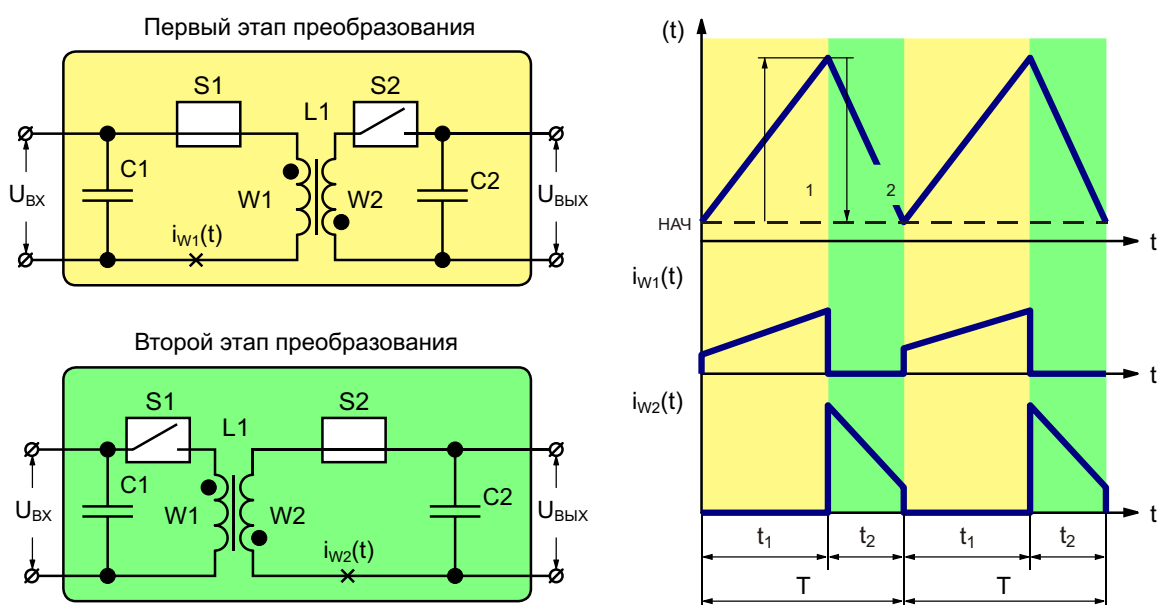

Рисунок 2. Принцип работы обратноходового преобразователя.
При импульсном преобразовании электрической энергии дроссель L1 выступает в роли промежуточного накопителя. Каждый цикл преобразования длительностью T состоит как минимум из двух этапов, за время которых дроссель L1 обменивается энергией либо с конденсатором C1, либо с C2 (Рисунок 2). Энергия в дросселе L1 хранится в магнитном поле и определяется величиной магнитного потока Φ , а обмотки фактически выполняют функцию антенн, связывающих электрическую часть схемы с физической средой магнитопровода.
Пусть в начале цикла преобразования магнитный поток $\Phi(t)$ в магнитопроводе дросселя L1 равен $\Phi_{нач}$. На первом этапе к обмотке W1 через замкнутый ключ S1 приложено постоянное напряжение $U_{вх}$ конденсатора C1, под действием которого, согласно закону Фарадея, магнитный поток изменяется на величину $\Delta\Phi_1$ (Рисунок 2). (Предполагается, что за время этого этапа напряжение $U_{вх}$ не успевает значительно измениться):
Таким образом, для обратногоходовой схемы (Рисунок 2) коэффициент трансформации дросселя можно определить по формуле (5), а вот для преобразователя, показанного на Рисунке 1, этот параметр зависит от алгоритмов коммутации обмоток W1 – W3 с числом витков, соответственно, $N_1 – N_3$, два варианта которых показаны на Рисунке 3. В первом случае ключи S1 и S2 замыкаются синхронно с ключами, соответственно, S3 и S4, а во втором – S1 замыкается синхронно с